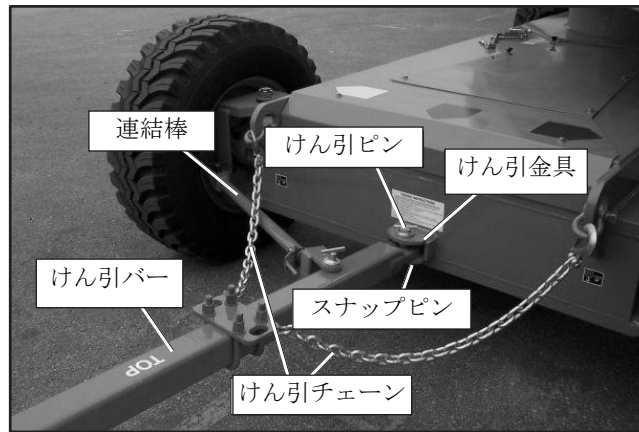

図 10.5 - けん引バーの接続
3. けん引ピンとスナップピンでけん引バーをけん引金具に取り付けてください（図 10.5 を参照）。
5. 2本のけん引バーチェーンを固定金具に取り付けてください。チェーンが図 10.5 に示す通り、連結棒の上を通っていることを確認してください。